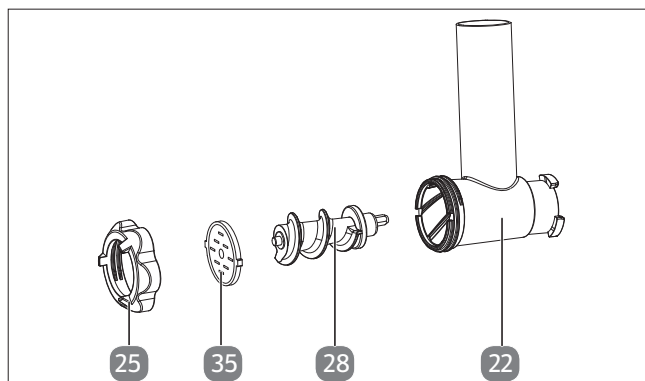

Fig. 23 – Accesorios para pasta
1. Monte los accesorios como se indica (véase Fig. 23).